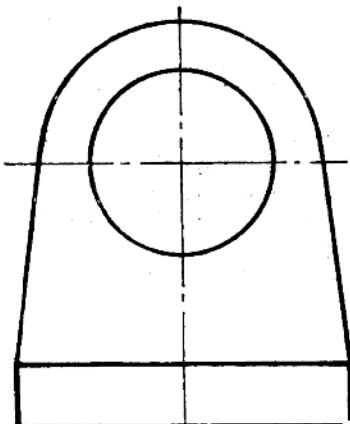

图 1-1
(3) 绘制图框线示范。
(4) 丁字尺与三角板结合使用画 30° 、 60° 等方向线的示范(以画正六边形为例)。
(5) 展示底稿图和加深后的完成图各一张, 其内容最好是要求学生完成的作业内容。
(6) 以图1-1为例说明对称图形和圆、圆弧的画法。即画对称图形时一定要先画对称中心线, 用它确定图形位置, 以便于绘制整个图形; 用分规以对称中心线为基准量取有关尺寸的方法; 画圆时一定要先画中心线, 加深圆弧前一定要先标出切点, 这样才能得到光滑的圆弧连接。